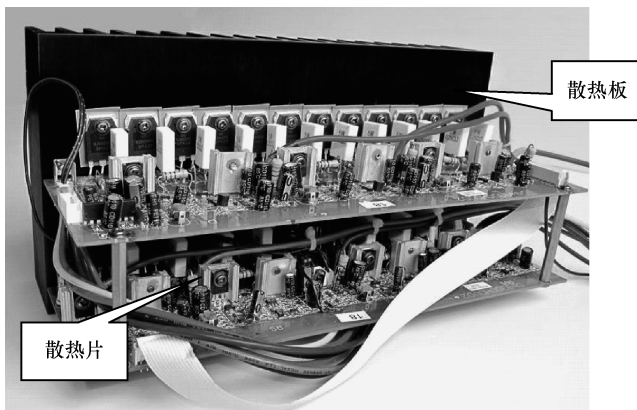

图 4-39 晶体管的散热措施
7) 大功率晶体管在功率驱动电路中使用时一定要加散热片;中小功率晶体管用作功率驱动时也要采用适当的散热措施,如图 4-39 所示。